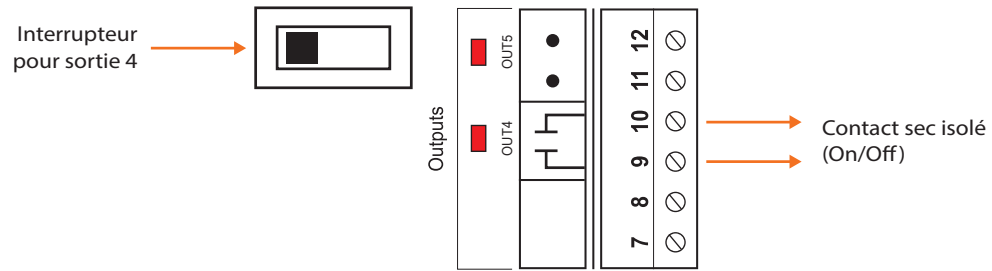

Figure 9 - Sortie en monde SINK
- Figure 9 - Sortie en monde SINK...
2) Position de l'interrupteur pour obtenir une sortie passive (**SINK**) (voir figure 9) :